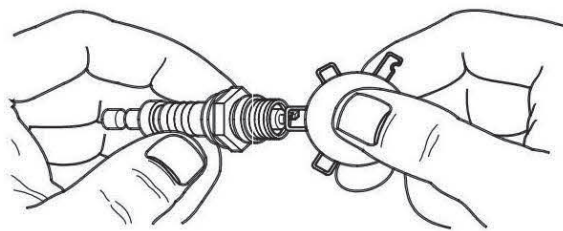

Рисунок 4-6. свеча зажигания
4. Проверьте зазор между электродами с помощью проволочного щупа и установите зазор между свечами зажигания на 0,6 - 0,7 мм (0,024 - 0,028 дюйма). Смотрите рисунок 4-6.